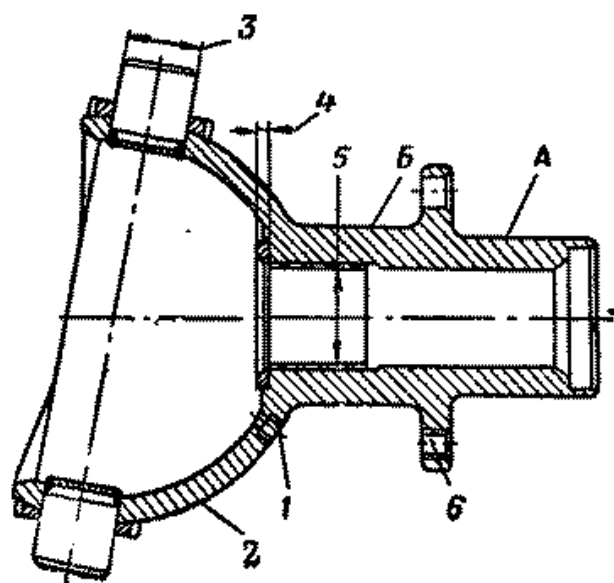

Рис. 171. Шаровая опора поворотного кулака со шкворнями в сборе
2. Шаровая опора поворотного кулака (рис. 171)